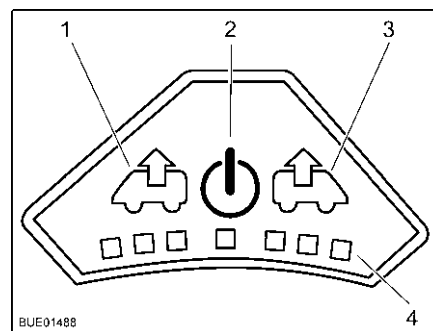

Fig. 86 Cuadro de mando del ventilador
Conectar: ■ Pulsar la tecla On/Off (Fig. 86,2). El ventilador funciona en el modo confort (extracción con la velocidad más baja del ventilador).
Extracción de aire: ■ Para aumentar la velocidad del ventilador: Pulsar la tecla de extracción (Fig. 86,1). La velocidad del ventilador aumenta un nivel en el sentido de extracción de aire. Los LEDs (Fig. 86,4) muestran los niveles de ajuste.
■ Para disminuir la velocidad del ventilador: Pulsar la tecla de ventilación (Fig. 86,3). La velocidad del ventilador disminuye un nivel.
Ventilar: ■ Para aumentar la velocidad del ventilador: Pulsar la tecla de ventilación (Fig. 86,3). La velocidad del ventilador aumenta un nivel en el sentido de ventilación. Los LEDs (Fig. 86,4) muestran los niveles de ajuste.
■ Para disminuir la velocidad del ventilador: Pulsar la tecla de extracción (Fig. 86,1). La velocidad del ventilador disminuye un nivel.
Desconectar: ■ Pulsar la tecla On/Off (Fig. 86,2). El ventilador se detiene, los LEDs se apagan.